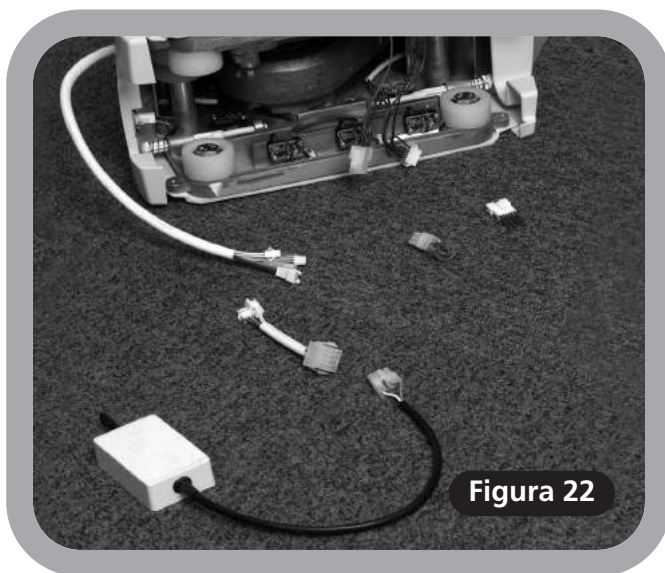

Figura 22
8 Tagliate le coperture del cilindro delle longherine usando le punte fornite. Poi, quando la traccia é approssimativamente nella posizione giusta, mettete una vite in ogni piede per stabilizzare la traccia (**Figura 22**).
- 4 Rimuovete le piastre vuote dal lato del power pack che sono di fronte alle scale (**Figura 22**).
- 5 Collegate le estremitá degli interruttori dei collegamenti di commutazione (**Figura 22 e 23**).
- 6 Collegate i collegamenti di guida (o olivetta a carico) (**Figura 22 e 23**).